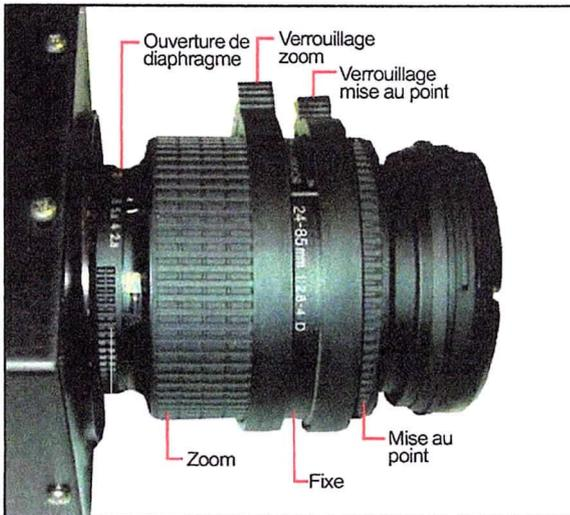
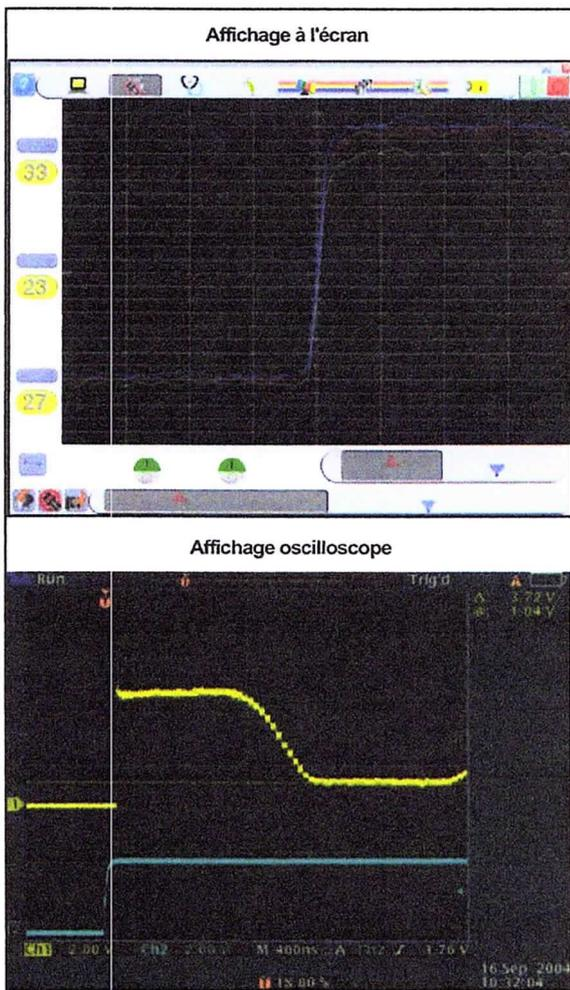

Figure 9-13 Points de réglage de l'objectif de la chambre photographique
Figure 9-14 Avant de régler la transition maximale de blanc à noir
6. Retirer les attaches du zoom et de la mise au point de l'objectif de la chambre photographique (voir la Figure 9-13).
- B. Tout en surveillant aussi bien l'affichage à l'écran que l'oscilloscope, régler la bague de mise au point située sur l'objectif de la chambre photographique de manière à obtenir la transition maximale de noir à blanc (se reporter à la Figure 9-13 et à la Figure 9-14).
13. Régler le zoom pour avoir le pixel SOS entre 1 - 20 et la fin du balayage entre 1004 - 1024 (se reporter à la Figure 9-13).
15. Installer les attaches du zoom et de la mise au point de l'objectif (se reporter à la Figure 9-13).